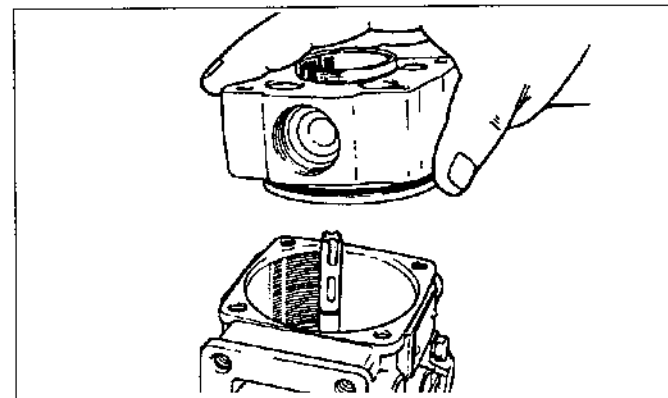

Figura.14-27
(2) Instale con cuidado la cabeza de distribución sobre el émbolo distribuidor y fije la cabeza a la envoltura de la bomba usando dos de los tornillos de fijación en esquinas opuestas entre sí. (Vea la figura.14-27).